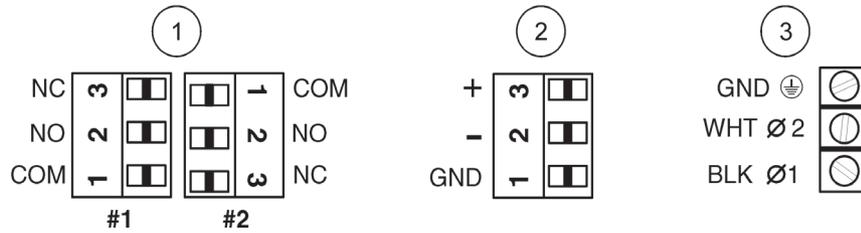
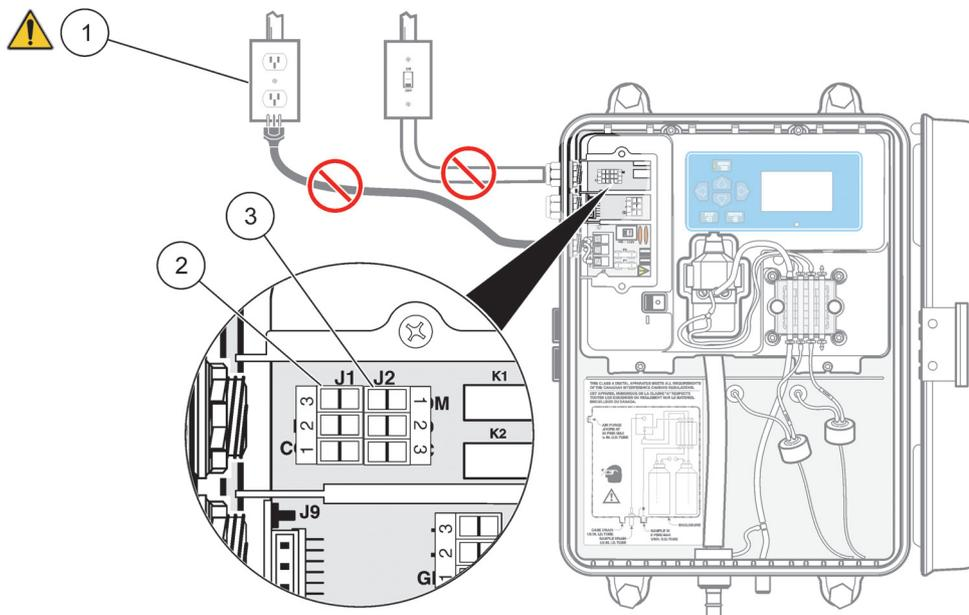

Abbildung 11 Benutzbare Anschlüsse am Analysator
Abbildung 15 Alarmanschlüsse
- 2.3 Schließen Sie die drei Drähte entsprechend den Informationen in Tabelle 3 und Abbildung 11 auf Seite 26 an die Anschlussleiste an.
Der Analysator enthält zwei Alarmrelais, die entweder hohe Spannungen (über 30 Veff und 42,2 Vss oder 60 V DC) oder niedrige Spannungen (unter 30 Veff und 42,2 Vss oder als 60 V DC) schalten können, nicht jedoch kombiniert. Anschlussinformationen finden Sie in 3.8.5, Abbildung 11, und Abbildung 15 sowie nachfolgend.